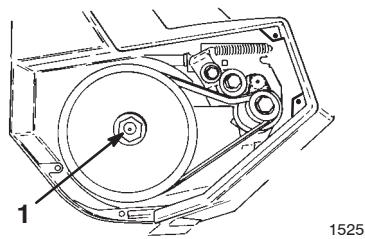

Bild 14
3. Halten Sie die Sechskantmutter mit einem 7/8-Zoll Schlüssel fest, während Sie die Rotorblätterwelle herausschrauben (Bild 14).